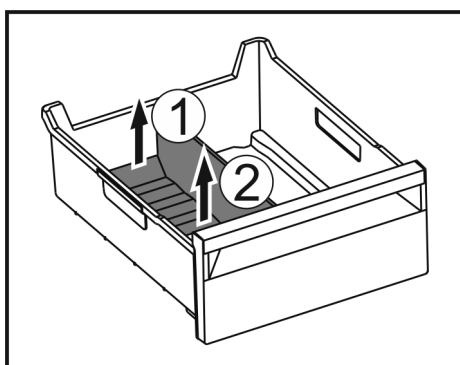

Fig. 163
- Zvedněte zadní část přepážky přihrádky na led. Fig. 163 (1)
- Přepážku přihrádky na led vyjměte nahoru. Fig. 163 (2)